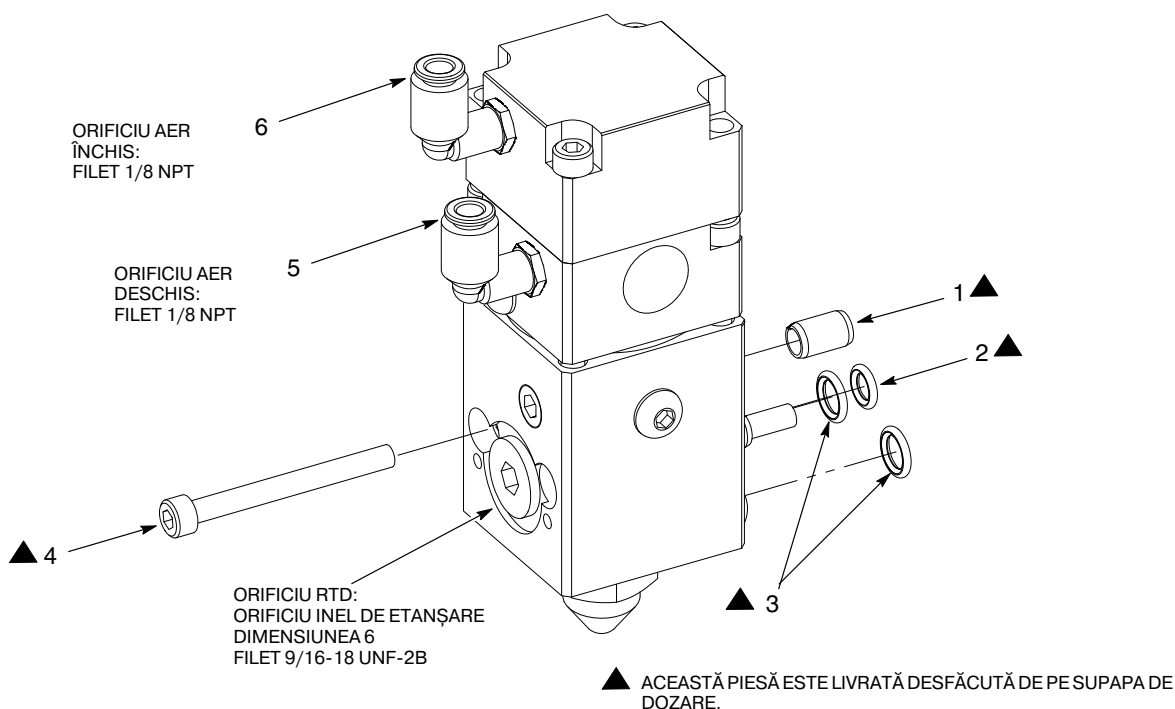

Figura 6 Supapă de dozare montată de galerie (este prezentată supapa de dozare montată pe galerie XD)
1. A se vedea Figura 6. Introduceți știfturile de centrare (1) în supapa de dozare.
3. Montați supapa de dozare în galerie cu ajutorul șuruburilor (4). Strângeți șuruburile la 60 in.-lb (6,7 N•m).